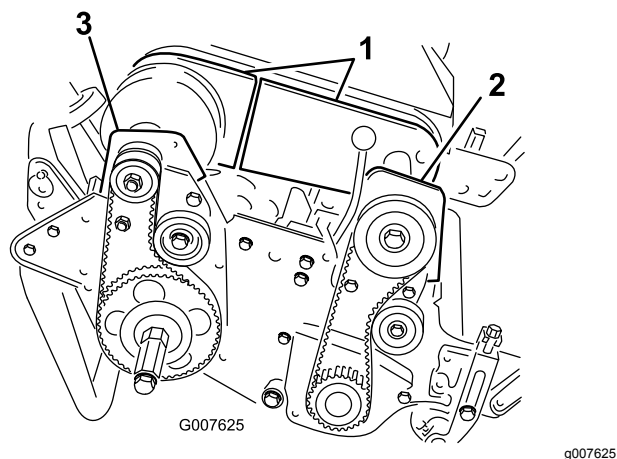

Рисунок 43
4. Снимите болты крепления передней и задней частей крышки дифференциала к корпусу дифференциала и отодвиньте части крышки, чтобы открыть доступ к ремню (Рисунок 43).
6. Удалите 2 болта и 2 контргайки, которые крепят передний корпус муфты к боковой пластине (Рисунок 43).
8. Удалите 2 болта и 2 контргайки, которые крепят корпус правого заднего подшипника к боковой пластине (Рисунок 43).